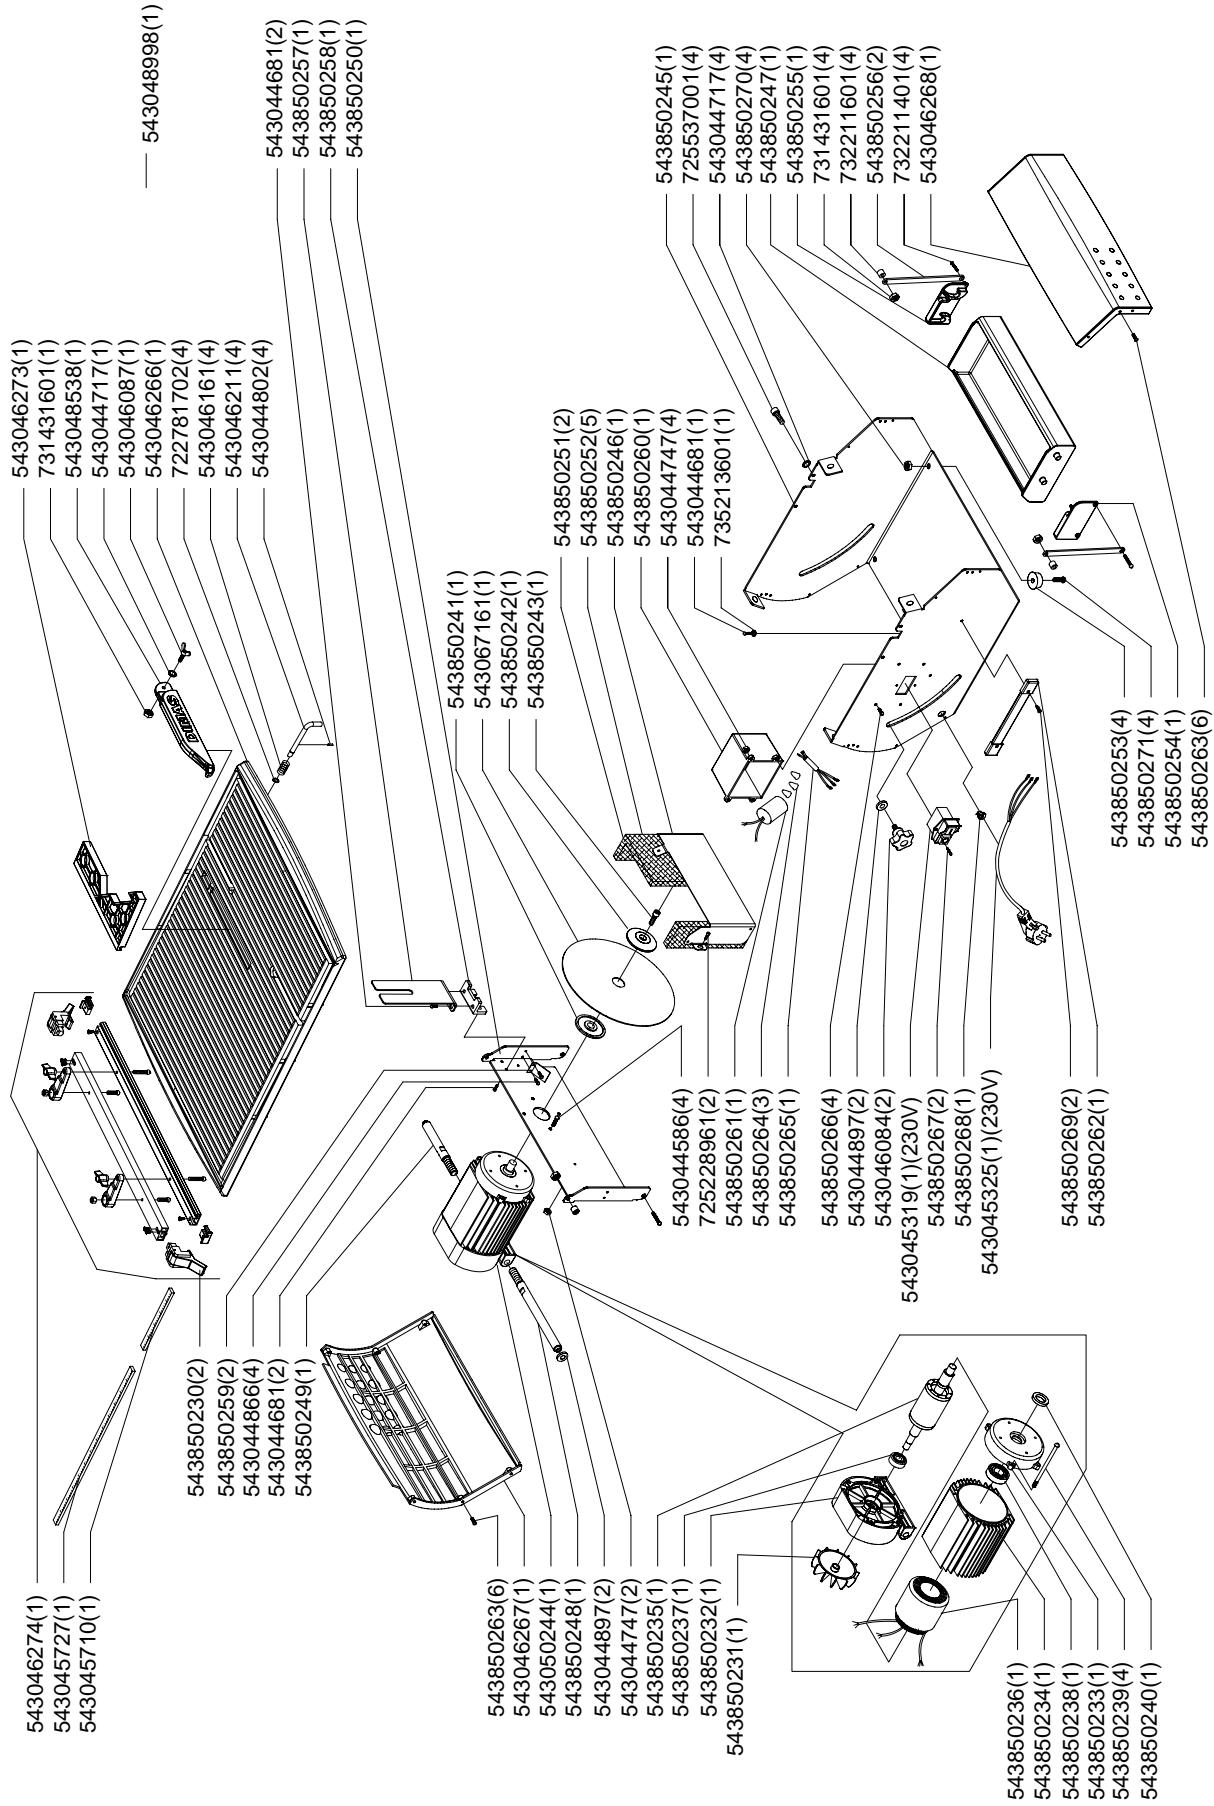

FIG: 1
- Retirar o cárter de disco (fig. 1).
- Comprovar se a tensão indicada na placa de características é apropriada [Fig. 1].